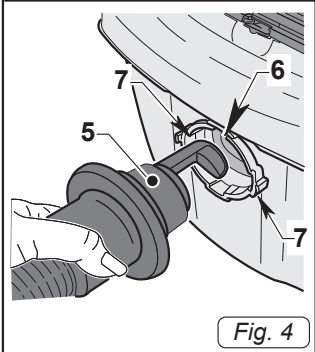

Fig. 4
- Introdurre il manicotto con aggancio a baionetta (5 Fig.4) nel foro (6 Fig.4) del fusto facendo coincidere gli agganci presenti nel manicotto con le cave (7 Fig.4) presenti nel foro del fusto; quindi ruotare il manicotto in senso orario fino a bloccarlo.